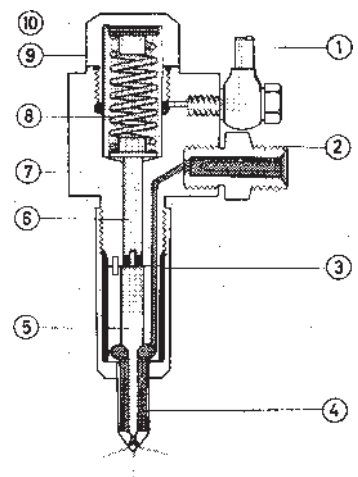

Fig. 51. Insprutare
Öppningstrycket kan justeras med justerbrickor, som är placerade mellan övre fjäderhållaren och skyddskåpan enligt 10 fig. 51. Tänk på att fjäderhållaren vid varje nytt prov måste dras helt i botten.
1. Tag bort skyddskåpa 9 fig. 51. samt lossa och tag bort munstycksmuttern.
Inställningen regleras med justermellanlägg enligt 10 fig. 51. Vid för lågt tryck, lägg till ytterligare justermellanlägg. Vid för högt tryck, tag bort något eller några mellanlägg. Kontrollera strålformen som beskrivits i "Provning". Tillse att fullgod tätning finns vid alla skarvar. När öppningstrycket är inställt stängs manometern av. Tryck sedan långsamt ned insprutarprovarens arm, tills insprutaren öppnar. I öppningsögonblicket skall provningsolja stötvis och med ett "knarrande" ljud sprutas ut. Ju kortare utsprutningsstötarna är, i desto bättre skick är insprutaren.